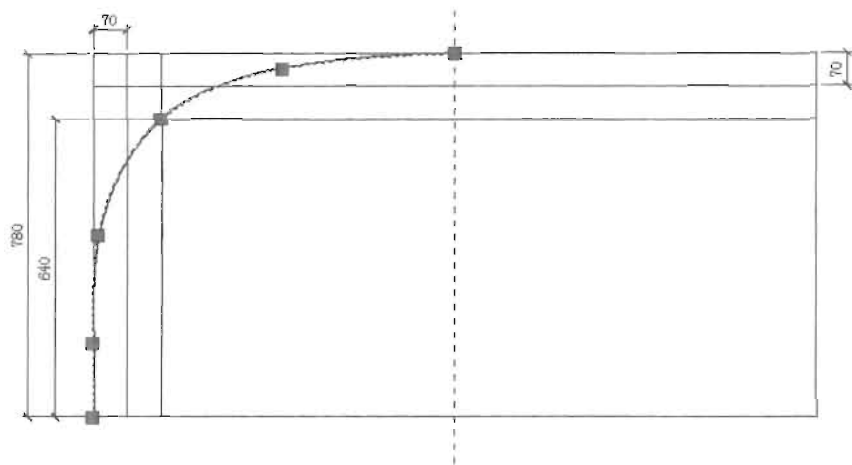

图 5-129
(5) 选择“轮廓”图层为当前图层，然后单击“绘图”工具栏中的“样条曲线”按钮，或者在命令行中输入 Spline 命令，绘制出如图 5-129 所示的样条线，命令执行过程如下。